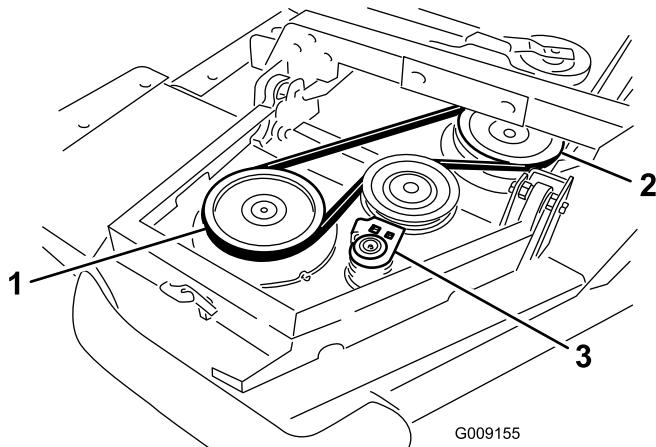

図 5
- まず、ウイングレットのスピンドルブーリーから前デッキのスピンドルブーリーにベルトを掛ける（図 5）。
- ラチェットレンチのようなものを使って、アイドラブーリーをブーリーから引き離す（図 5）。